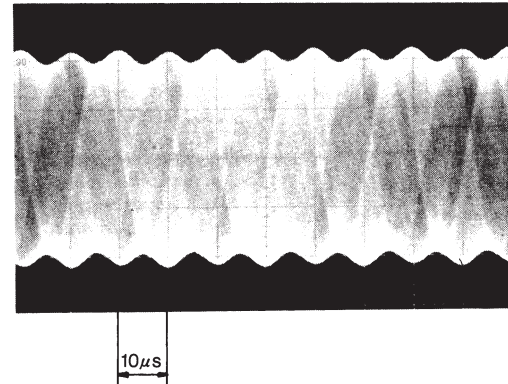

Abb. 6
- ⑤ Wird der Regler VR-1 ungefähr auf die Mitte eingestellt und die Skala bewegt, erscheint die in Abb. 6 gezeigte Wellenform. Justieren Sie nun den Regler VR-3, um die Welligkeit der Hüllkurve auf ein Minimum zu reduzieren.